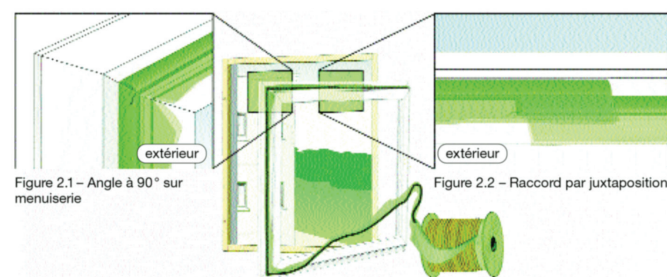

Figura 1
- Comience la instalación por el centro del travesaño alto o de un montante y, a continuación, vaya hacia arriba (figura 1).